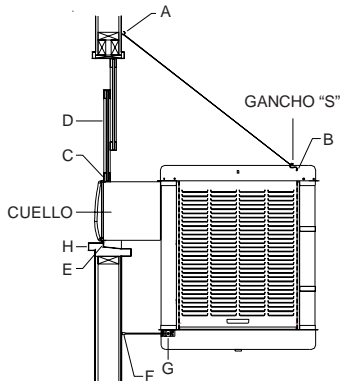

FIG. 1
Ponga los dos ganchos para la cadena arriba del cuello del enfriador, separados por una distancia equivalente al ancho de la unidad (A-fig. 1). Enganche una cadena en cada gancho y luego enganche un gancho "S" en cada cadena. **NOTA:** Los ganchos que vienen con ésta unidad tienen rosca de tornillo para madera y son para uso en paredes de madera. Las paredes de concreto o ladrillo requieren el uso de tuercas mariposas de suficiente fuerza o anclas con ganchos de acoplamiento.
- Coloque el enfriador en la ventana. Coloque el cuello del enfriador dentro de la ventana para que la parte inferior de la pestaña del cuello se asiente en la repisa de la ventana y la pestaña (E-fig. 1) se ajuste contra el borde de la repisa (H-fig. 1). Con la unidad situado en la ventana, enganche los ganchos "S" en los agujeros encontrados en la esquina trasera superior del enfriador (B-fig. 1).
- Coloque la ventana detrás de la guarda de retención. Levante la parte trasera del enfriador para que la ventana (D-fig. 1) pueda bajarse y quedar detrás de la parte superior de la guarda de retención (C-fig. 1).
- Ajuste las patas. Saque las patas (F-fig. 1) para que los topes de hule descansen contra el costado de la pared. Apriete el tornillo del collar (G-fig. 1).